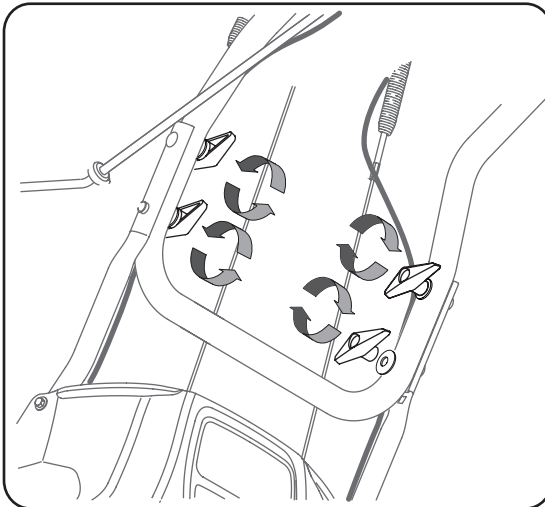

Figure 2
- Enlevez les boutons et les boulons ordinaires intérieurs de chaque côté du guidon inférieur. Voir la Figure 2.